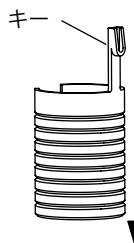

図 23
- ・ サドルハイトインサートをシートチューブの上部に押し込み、キーとスロットを合わせます(図23)
- ・ キーをスロットのベースに掛けます(図23)
- ・ シートポストをフレームの下側に取り付けます(図23)。シートポストはきれいにしてから取り付けてください